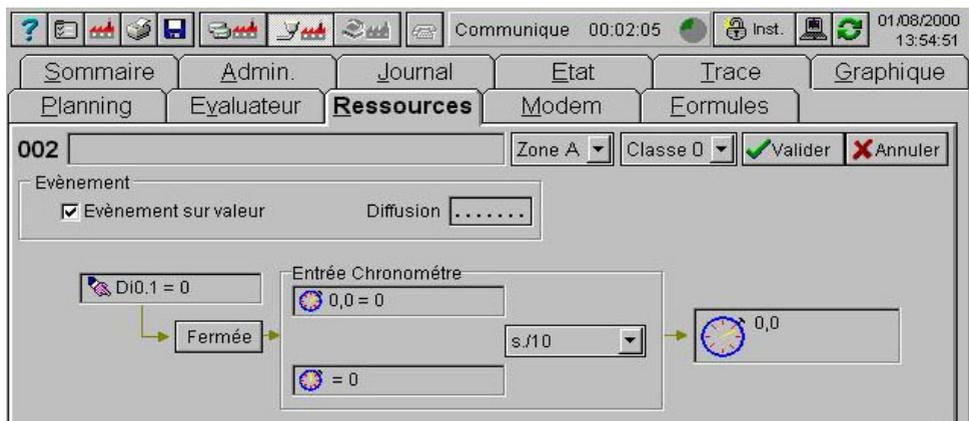

Figure 2.3 : Ressource Entrée Chronomètre
- Chronomètre si Entrée : c'est l'état de l'entrée qui autorise le comptage. Dans notre exemple figure 2.3, l'état est sur la position "Fermée".